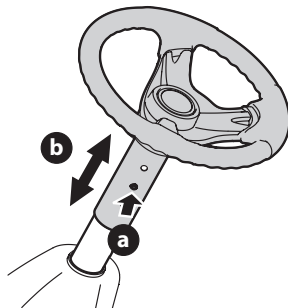

Figure 6
2. Poussez sur le bouton (a) sur la colonne de direction et relevez ou abaissez celui-ci (b) à la hauteur désirée (Figure 6).